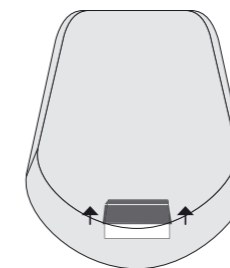
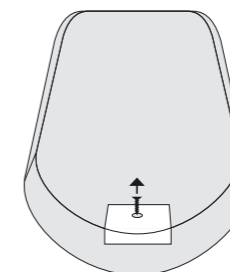

Fig. 2
Fig. 3
La linguetta blu che si trova sul lato frontale della custodia tirando la linguetta in alto (vedi Fig.2).
Svitare il lato frontale della custodia (vedi Fig. 3).
- Chiudere la custodia di EWS2 (vedi Fig. 4, Fig. 3, Fig. 2).